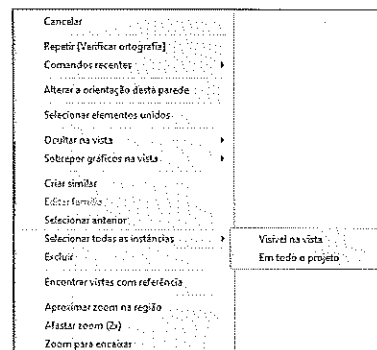
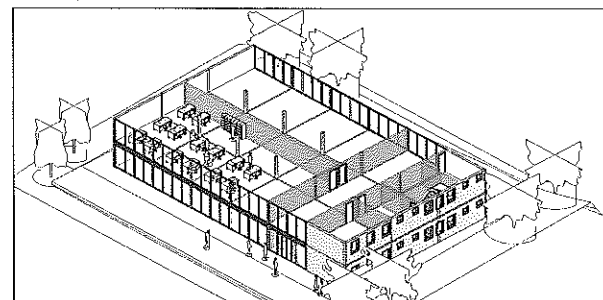

Figura 5.93 – Seleção de todas as instâncias.
Figura 5.94 – Seleção de todas as paredes de um mesmo tipo.
5. Para modificar todas as paredes do mesmo tipo inseridas no projeto, selecione uma delas, clique no botão direito do mouse e escolha **Selecionar todas as instâncias**, Figura 5.93. Todas as paredes do mesmo tipo são selecionadas e ficam na cor azul, Figura 5.94. Em seguida, acesse **Propriedades** e altere as propriedades desejadas.